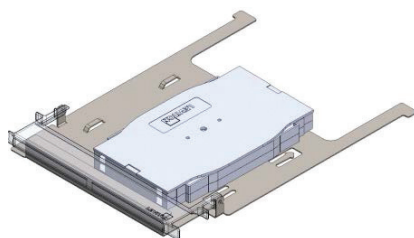
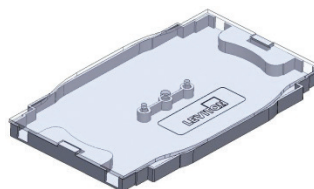

Figure 5
Figure 6
**Plateau d'épissure :** Le plateau du pont de raccordement (Figure 5) permet de raccorder jusqu'à 48 brins de fibre. Jusqu'à 2 plateaux d'épissure moulés par injection #T5PLS-24F de Leviton (Figure 6, vendu séparément) peuvent être installés dans chaque plateau du pont de raccordement avec trois plateaux par pont.